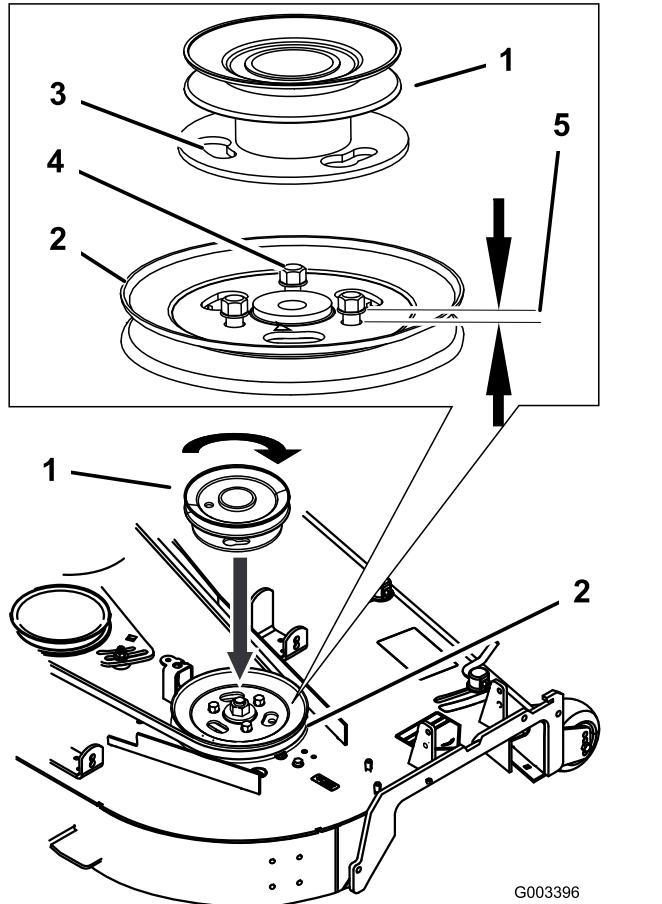

图 11
1. 松开现有剪草机刀盘皮带轮上的自攻螺栓但不要卸掉图 11。
2. 对齐新皮带轮总成使开口位于皮带轮螺栓头顶部图 11。
3. 转动皮带轮使期锁定到位图 11。